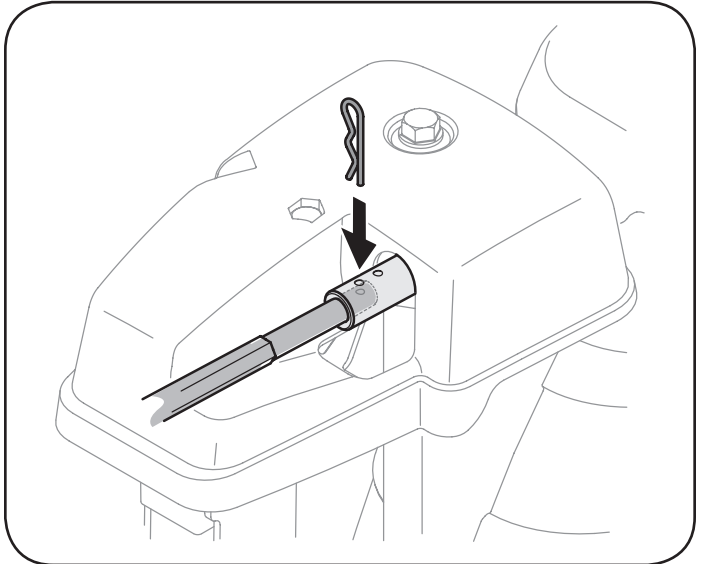

Figura 25
1. Retire el pasador de chaveta del orificio más cercano al conjunto del canal sobre el montaje de rotación del canal. Vea la Figura 25.